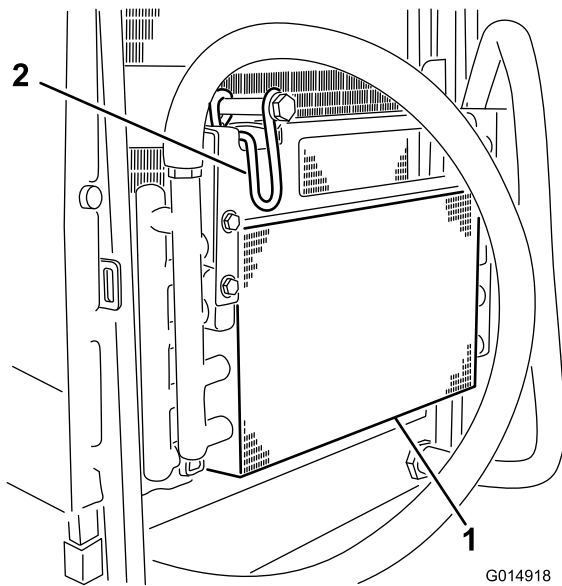

Figura 43
6. Gire el cierre hacia dentro para liberar el enfriador de aceite (Figura 43).